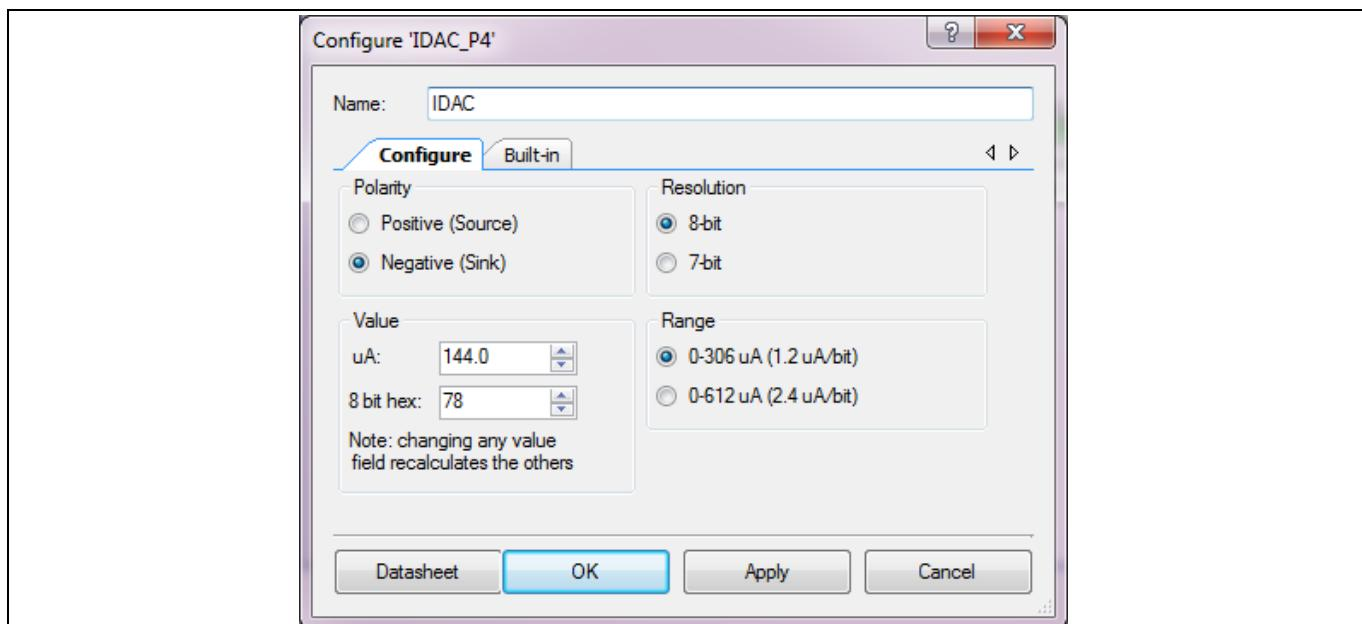
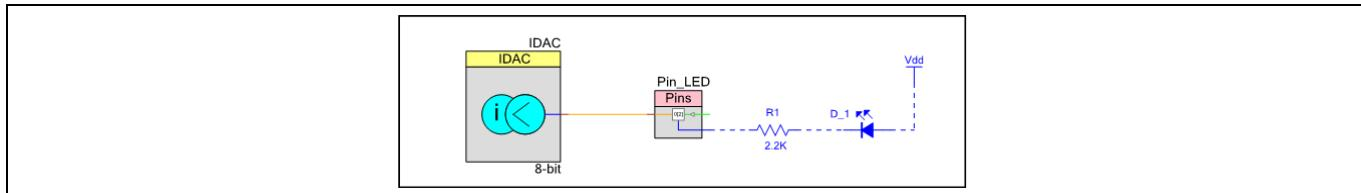

Figure 73 IDAC 設定
Figure 74 PSoC™ Creator のアナログおよびデジタルスイッチングスキームの回路図
4. Figure 73 に示すように IDAC の Polarity を Negative (Sink) として設定してください。Figure 74 に示すように IDAC をアナログ端子に接続してください。